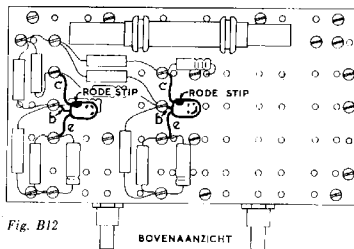

Fig. B12
21. Aan de bovenzijde van de montageplaat moeten twee transistors OC 13 worden aangebracht (fig. B12). Buig de draadjes voorzichtig zó, dat de transistors recht op staan. Zie ook fig. B13. Let op de rode stip! Zet de aansluitdraadjes goed, maar toch voorzichtig vast. Verkeerde aansluiting is zeer schadelijk voor de transistors.
3. Heb je de aansluitdraden van de transistors niet verwisseld? Let op de positie van de rode stip (fig. B12 en B14).